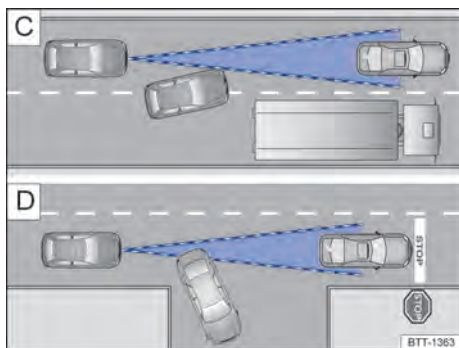

Fig. 109 [C] Mudança de faixa. [D] Veículo virando ou parado.
Por exemplo, se um veículo detectado pelo ACC virar ou mudar de faixa, e se houver um veículo parado à frente deste veículo, o ACC não reagirá ao veículo parado → Fig. 109 [D].
- Veículos que mudam para a faixa onde você se encontra com pouca distância do veículo → Fig. 109 [C].